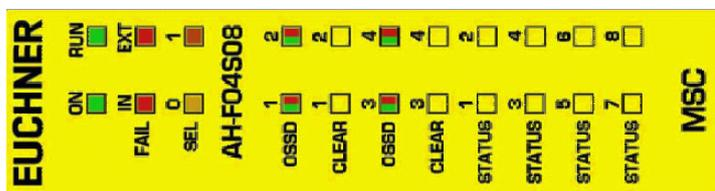

Figura 41:
8.4.14. Modulo AH-FO4S08 (Figura 41)